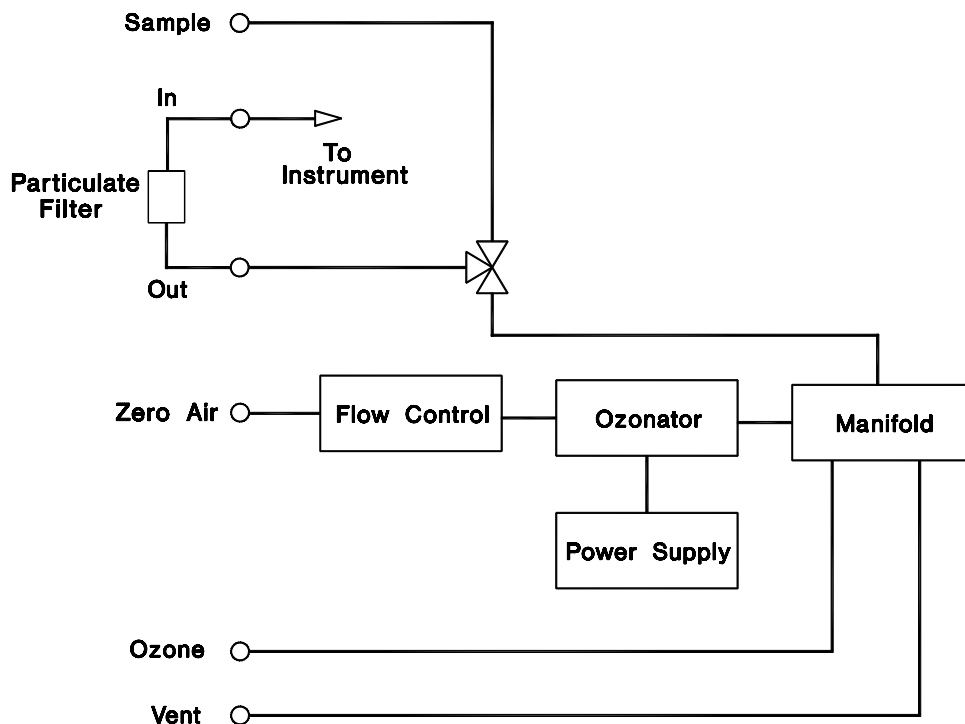

Abb. 4-3. Ozonator: Durchflußschema
1. Schließen Sie einen Transferstandard oder einen Primärstandard an die Schottverschraubung des Instruments mit der Aufschrift OUT an (siehe Abb. 4-3).